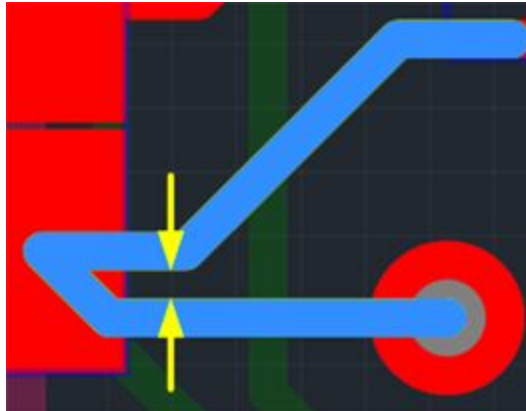

Рис. 515 Зазор «Трек к треку» для соседних треков
- Зазор между треком и другим треком (или сегментами одного трека), включенного в состав той же цепи обозначается как «*Трек к Треку*». В расчете принимается, что соседние сегменты трека не нарушают область зазора, а рассчитываемое ограничение распространяется только на сегменты, имеющие между друг другом хотя бы одного «соседа», см. Рис. 515.